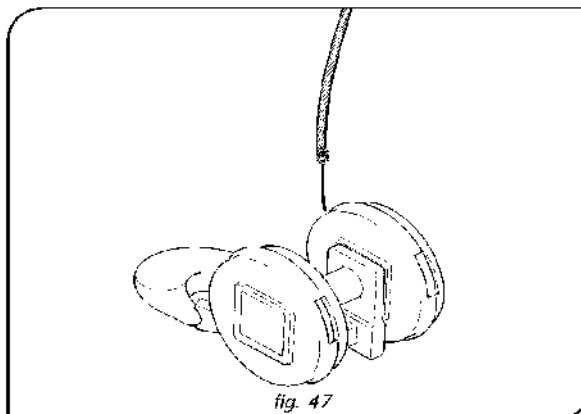

fig. 47
- Zamontować bloczek hakowy tak jak to opisano w punkcie 4.5.2 (Rys. 47).